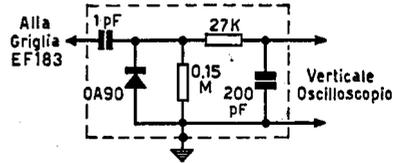

Fig. 3.4.3
- 6) Connettere l'ingresso verticale dell'oscilloscopio alla G_1 della EF 183 (TP 201) attraverso il rivelatore di fig. 3.4.3.